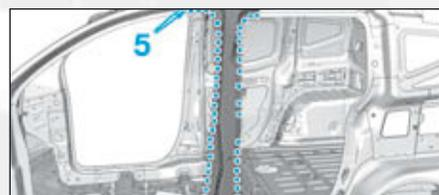

FIG.91
- par points bouchons MAG en (5) et puis meuler les points de soudure (Fig.91),